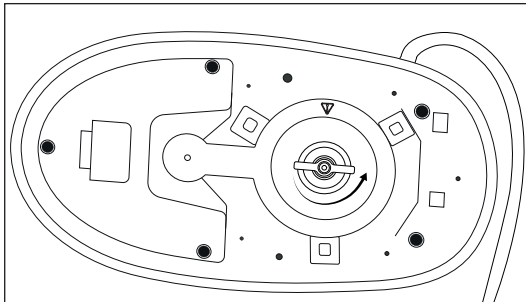
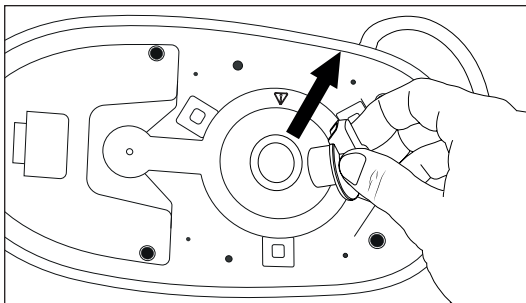

Abb. 11
Abb. 12
- 3) Schrauben Sie den Dampfkammerverschluss **7** gegen den Uhrzeigersinn auf und ziehen Sie den Dampfkammerverschluss **7** aus der Öffnung (siehe Abb. 11 und Abb. 12).